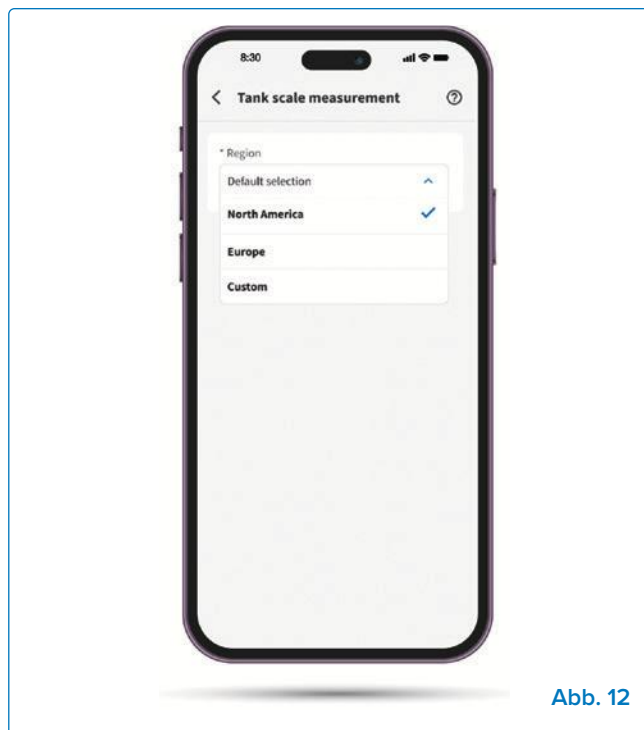

Abb. 12
- Öffnen Sie die Napoleon Home App und gehen Sie zum Bereich „Tankwaage“ (**Abb. 12**).